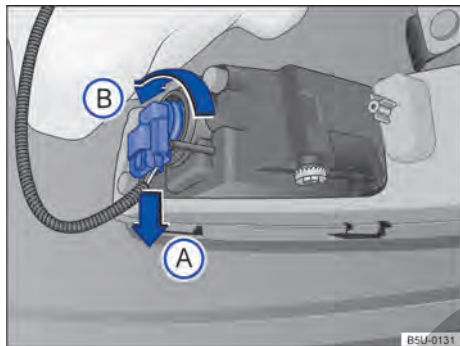

Fig. 146 Detrás del parachoques delantero: acceso a la lámpara incandescente del farol de neblina.
2. Desencajar el conector de alimentación de la lámpara → fig. 146 en el sentido de la flecha (A), presionar, al mismo tiempo, la traba de fijación del conector.
3. Girar el portalámparas → fig. 146, en el sentido antihorario de la flecha (B), y desencajarlo del alojamiento.